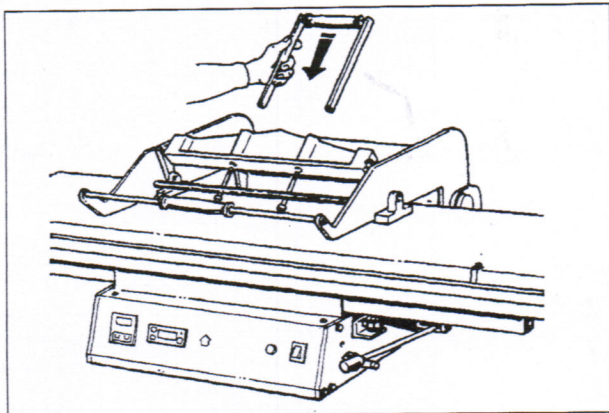

Fig. 2B
- Montare la maniglia come da Fig. 2B.
- Fit the handle as in Bild 2B.
- Montez la poignée comme en Figure 2B.
- Den Handgriff aufstellen, siehe Abb. 2B.